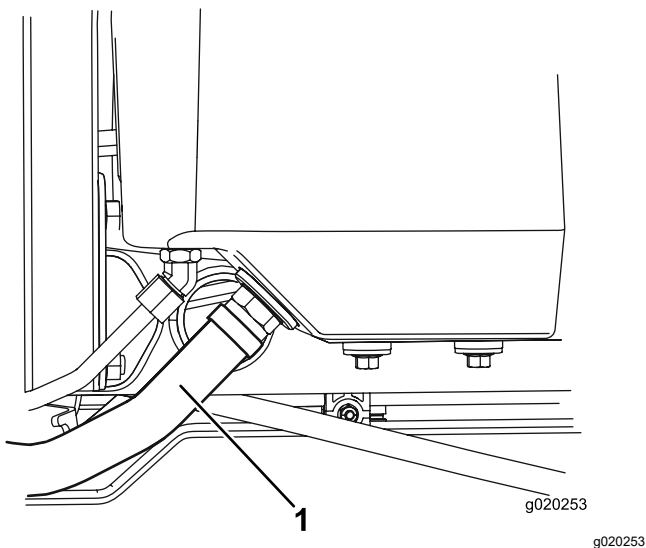

Figure 92
2. Débranchez le gros flexible hydraulique (Figure 92) du réservoir et faites couler le liquide hydraulique dans un bac de vidange.